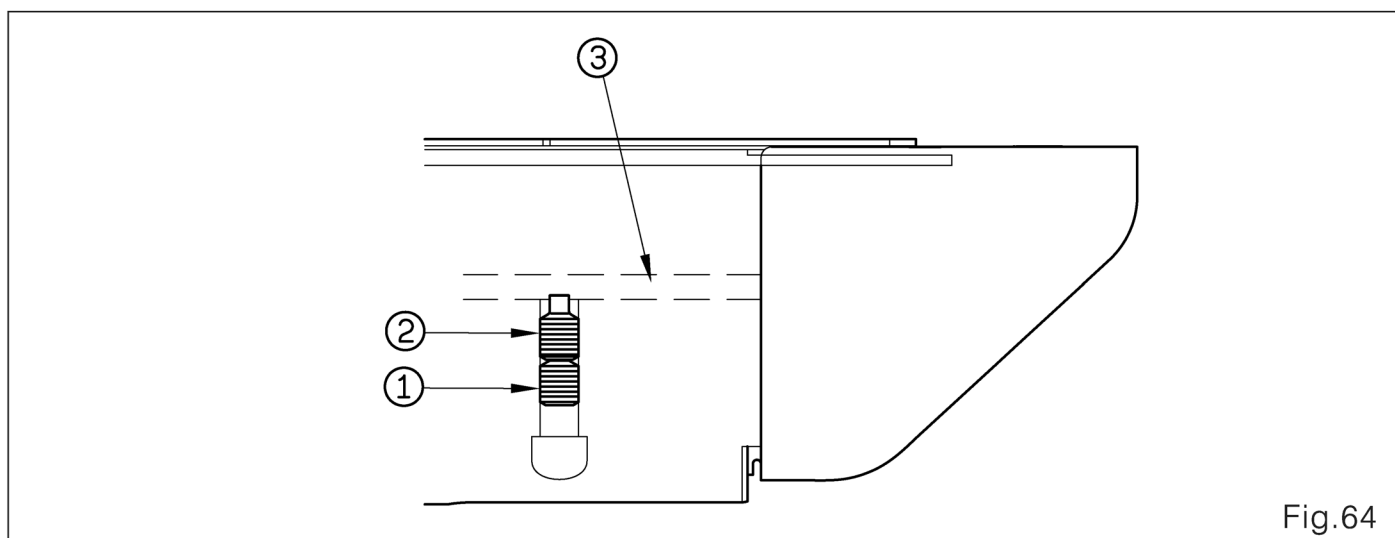

Fig.64
9. Ajuste a lubrificação do gancho (Fig. 64)